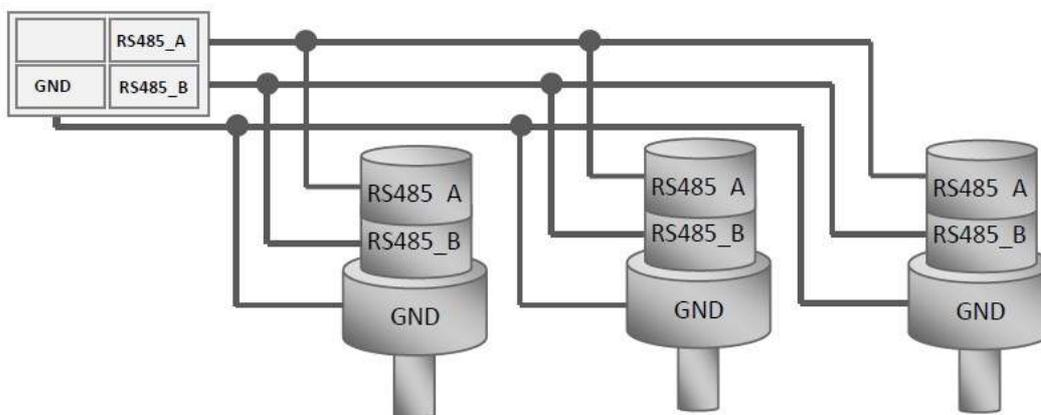

Рисунок 16. Схема подключения датчиков уровня жидкости.
1.Соединить соответственно контакты RS485_A, RS485_B, GND датчика с контактами RS485_A, RS485_B, GND Терминала (раздел Описание контактов), через коммутационную плату (Рисунок 16).